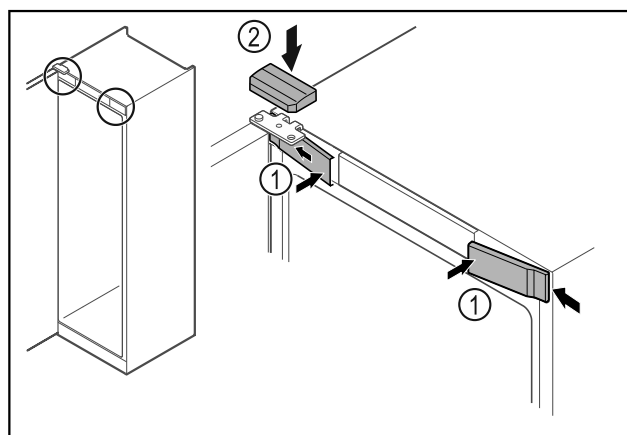

Fig. 47 \*
- Kiinnitä etusuojukset Fig. 47 (1) sivulta ja lukitse paikalleen.\*
- Paina ylempi suojus Fig. 47 (2) yläkautta paikalleen.\*